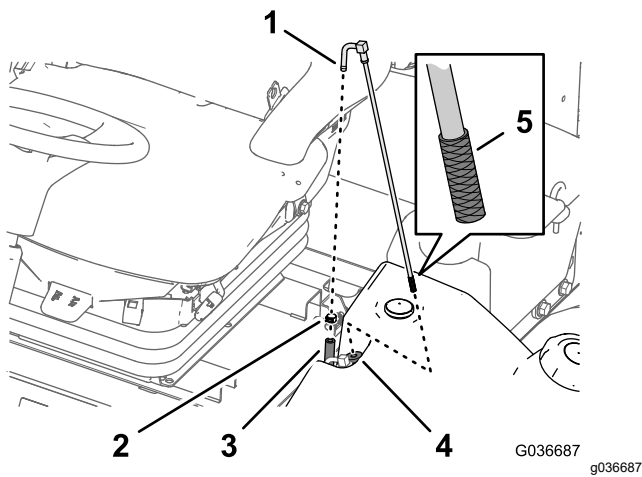

Bild 97
1. Entfernen Sie die Schlauchklemme, mit der der Kraftstoffzulaufschlauch am Anschlussstück des Kraftstoffansaugschlauchs befestigt ist (Bild 97).
2. Schließen Sie den Schlauch vom Anschlussstück ab (Bild 97).
3. Nehmen Sie den Kraftstoffansaugschlauch vom Kraftstofftank ab (Bild 97).
4. Reinigen Sie das Sieb am Ende des Kraftstoffansaugschlauchs (Bild 97).
5. Stecken Sie den Kraftstoffansaugschlauch durch die Gummibüchse in den Kraftstofftank (Bild 97).